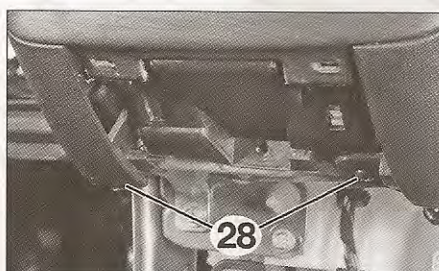

FIG. 35
- Desmontar los tornillos de fijación inferiores (28) del salpicadero a la altura de la consola central (fig. 35).